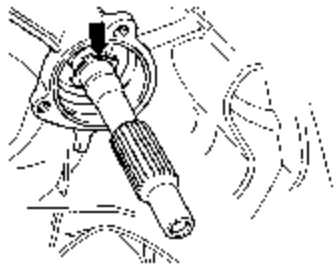

图 9-44 拆卸卡簧
(4) 拆卸主动轴球轴承后面的卡簧，如图 9-44 箭头所示。